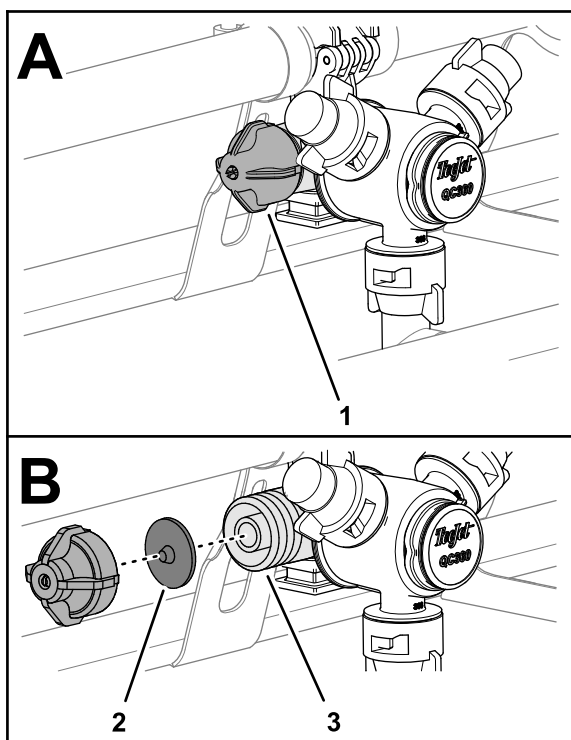

Figura 33
1. Rode a tampa do diafragma no sentido contrário ao dos ponteiros do relógio e retire a tampa do corpo do bico (Figura 33).
2. Retire o diafragma da válvula de verificação da tampa ou do corpo do bico (Figura 33).
3. Limpe a tampa, o diafragma e o corpo do bico com água limpa (Figura 33).
4. Monte o diafragma na tampa com o a ponta do diafragma voltada para a tampa (Figura 33).
5. Monte a tampa e o diafragma no corpo do bico e aperte à mão (Figura 33).